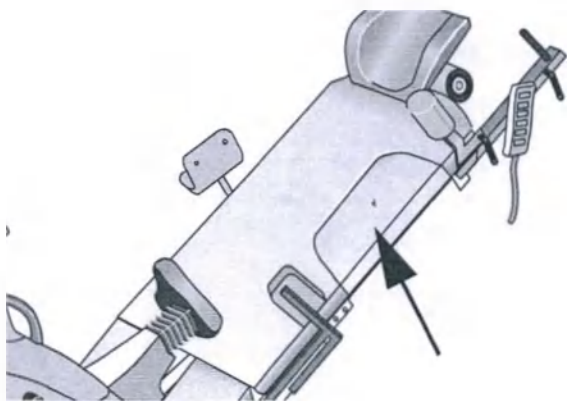

Рис. 4-8. Съемный фрагмент
- Проверьте надежность крепления съемного фрагмента деки (рис. 4-8).
- Откиньте съемный фрагмент (рис. 4-8). Для этого нажмите кнопку разблокировки 1 (рис. 2-1).